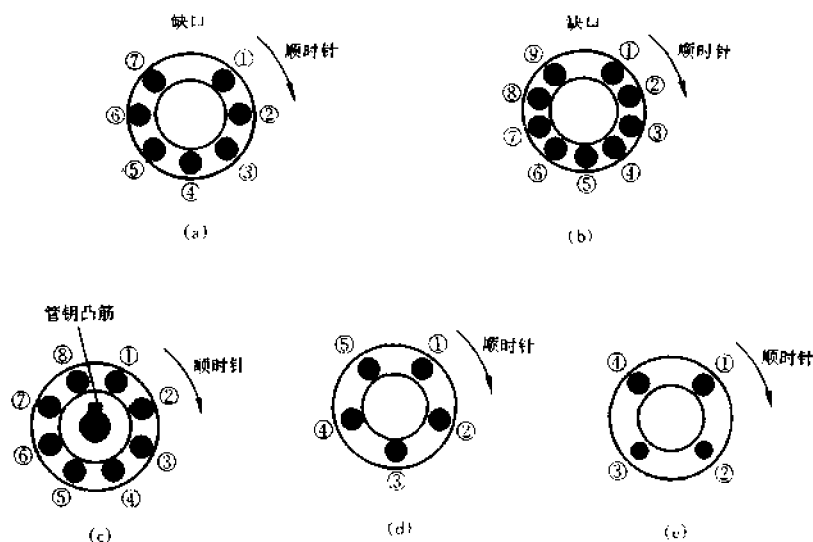

图 4-304 识别电子管引脚
(1) 小七脚、小九脚电子管引脚的排列。常用七脚管有 6A2、6K4、6J1、6Z4 等。常用九脚管有 6P1、6N2、6P14、6E2 等。这两类管子都属于玻璃外壳的小型电子管,亦称指形管或花生管。引脚排列见图 4-304(a)、(b)。
(2) 八脚管的引脚排列。常用的八脚管很多,如 6P6P、6J8P、5Z3P 等,引脚排列见图 4-304(c)。
(3) 四脚管、五脚管的引脚排列。常见的五脚管有 FU-7;四脚管有 EG1-1.25/10、EG1-0.3/8.5。引脚排列见图 4-304(d)和(e)。对于四脚管,其较粗的两脚为灯丝。